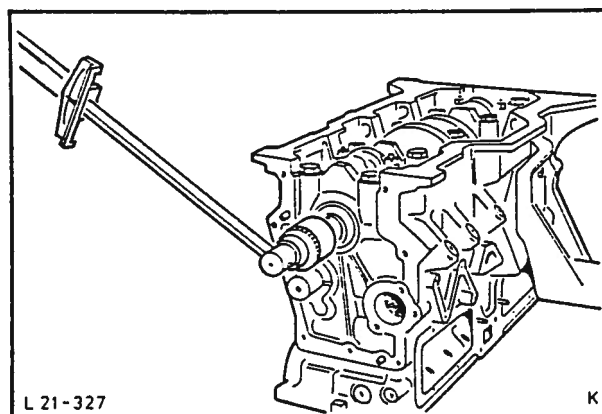

Fig. 66 Kontroll av friksjonsmoment med momentnøkkel.
38. Mål friksjonsmomentet på stempel og veivaksel med en momentnøkkel for å dreie veivakselen. Friksjonsmomentet må ikke overskride 60 Nm (6 kgf. m) (+3 lbf. ft), fig. 66.